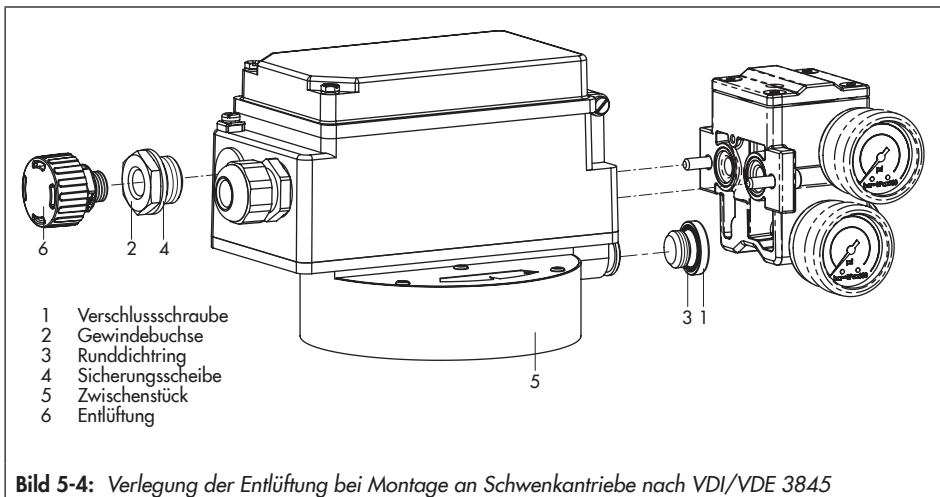

Bild 5-4: Verlegung der Entlüftung bei Montage an Schwenkantriebe nach VDI/VDE 3845
➔ Beim Anbau des Umkehrverstärkers an die o. g. Geräte mit dem Anbausatz 1400-8815 die Entlüftung (6) vom Zwischenstück (5) zum Stellungsregler verlegen, vgl. Bild 5-4:
1. Runddichtring (3) in die Verschlusschraube (1) einsetzen.
2. Verschlusschraube (1) in die Abluftöffnung des Zwischenstücks (5) einschrauben.
3. Gewindebuchse (2) und Sicherungsscheibe (4) in die freie Kabelverschraubung des Stellungsreglers eindrehen.
4. Entlüftung (6) in die Gewindebuchse (2) einschrauben.